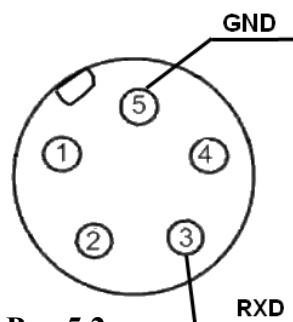

Рис.5.2
**Подключение по методу RS 232 (см. рис. 5.2):**